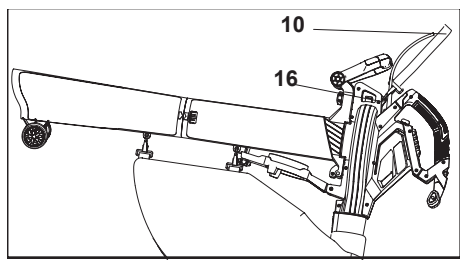
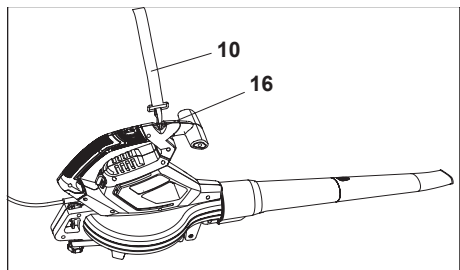

Fig. 8
Fig. 9
2. Regolare la lunghezza dell'imbracatura (10) in modo che il clip di fissaggio (10a) si trovi a circa 15 cm sotto la vita.
3. Inserire il clip di fissaggio (10a) nell'apertura per appendere (7) quando è assemblato per aspirare (Fig. 8); inserire il clip di fissaggio (14a) nell'apertura per appendere (11a) quando è assemblato per soffiare (Fig. 9).